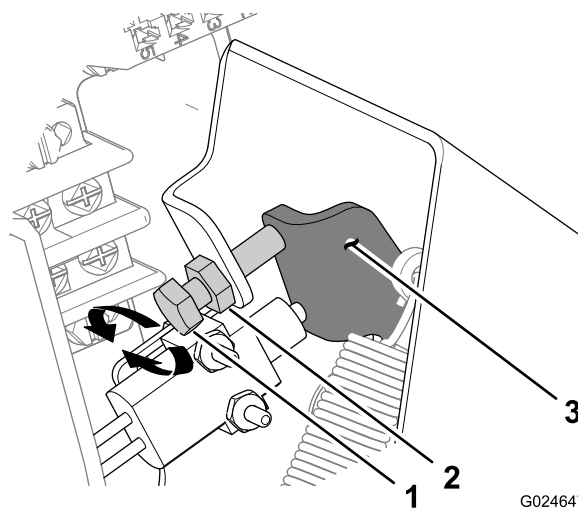

Figura 89
- C. Apriete la contratuerca (Figura 89).
- D. Repita los pasos 1 a 4 para medir el recorrido libre del pedal (Figura 89).
- A. Afloje la contratuerca que sujeta el tope del pedal del acelerador (Figura 89).
- En sentido horario para aumentar el recorrido libre del pedal (Figura 89).
- En sentido antihorario para reducir el recorrido libre del pedal (Figura 89).